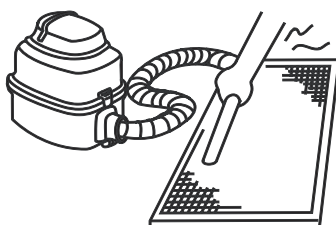

Figura 56
a. O lado da entrada de ar deve ficar voltado para cima quando se utiliza um aspirador de pó. (Consulte a figura 56)